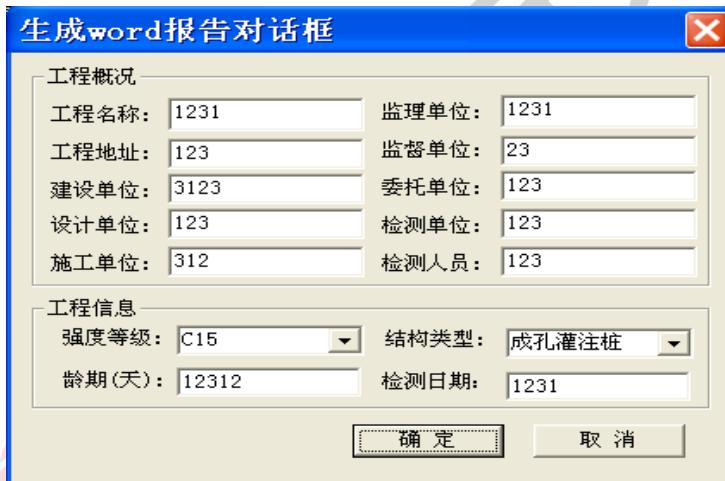

图 4.7 生成 word 报告对话框
- (1) 弹出的对话框(如图 4.7 所示)中输入生成报告文件所需要的信息,完成后按**确定**键继续。
- (2) 上一步结束后系统会自动调用 WORD 程序,并显示生成的报告,此报告为初稿还需要用户根据自己的要求进行编辑、修改最后形成正式的检测报告。